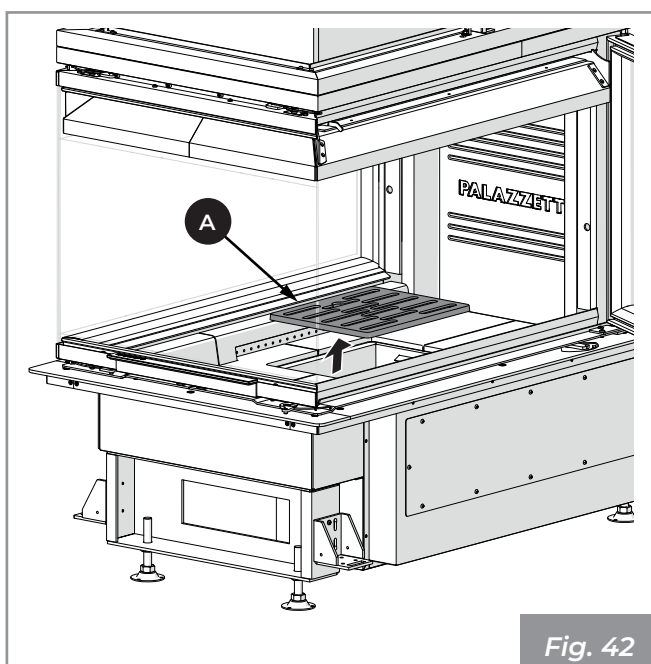

Fig. 42
- 1) Asegurarse que la rejilla (A) (Fig. 42) esté libre por eventuales residuos de combustión que puedan obstruir el libre pasaje de aire. Retirarla y efectuar la limpieza del fogón utilizando una escobilla (no en dotación) llevar los residuos de la combustión al cajón de cenizas. Prestar atención a eventuales brazas ardientes.